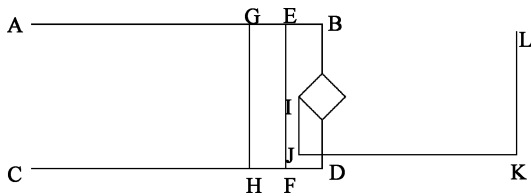

图 15-61 绘制多线段
(6) 绘制多段线。单击“默认”选项卡“绘图”面板中的“多段线”按钮, 在正交和对象捕捉绘图方式下, 用鼠标左键捕捉四边形的一个角点 I 为起点, 绘制一条多段线, 如图 15-61 所示。其中, $IJ=40$, $JK=150$, $KL=85$ 。